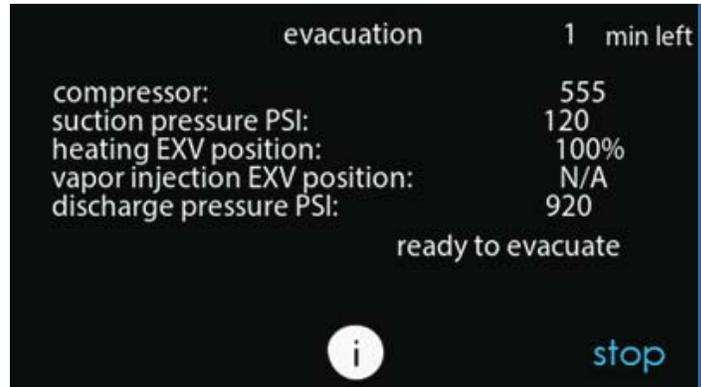

Fig. 25 – Pantalla de estado de la evacuación
5. Inicie la evacuación o la recuperación del refrigerante según sea necesario para el procedimiento después de que la IU indique que la EXV está abierta. Se puede quitar la energía de la unidad exterior después de que la IU indique READY TO EVACUATE (Listo para evacuar). Consulte la Fig. 25.